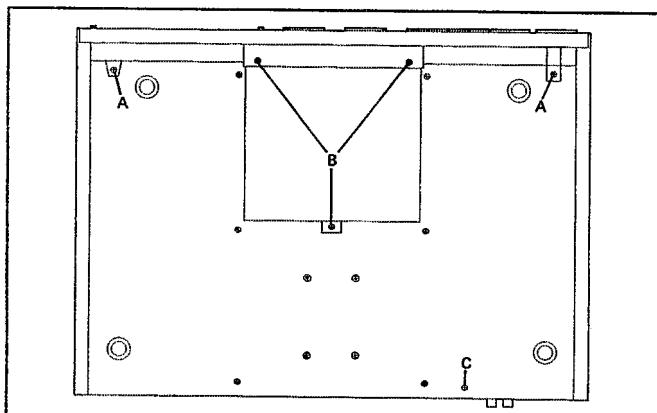
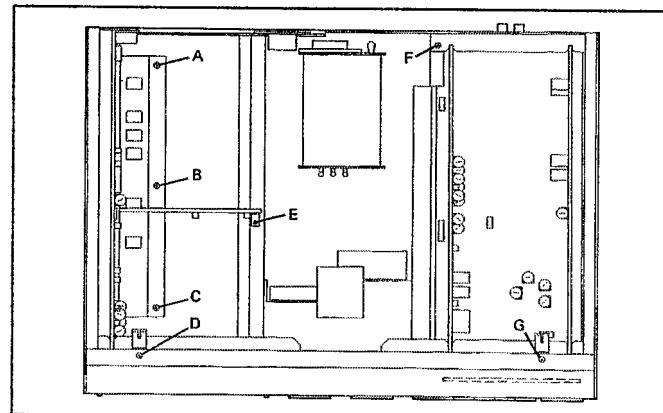

Fig. 2.1
Fig. 2.2
- an der Geräteunterseite drei Schrauben [B] (Fig. 2.1) entfernen
- zwei Stecker abziehen, Schraube [E] (Fig. 2.2) entfernen und von SYSTEM CONTROL abziehen
- drei Schrauben [A, B, C] (Fig. 2.2) entfernen
- Schraube [F] (Fig. 2.2) und auf der Geräteunterseite Schraube [C] (Fig. 2.1) entfernen
- (Fig. 2.1) auf der Unterseite entfernen
- (Fig. 2.2) mit Zahnscheiben entfernen und Erdungsfedern abnehmen